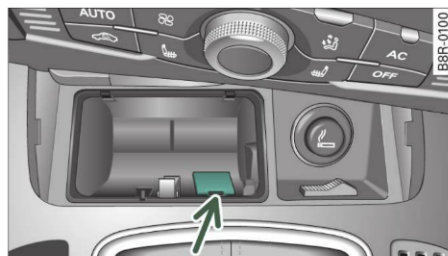

Fig. 147 Deblocarea de urgență a selectorului de viteze
- Apăsați cu o șurubelniță sau cu un alt obiect asemănător bolțul în jos și mențineți-l apăsător ⇒ fig. 147.